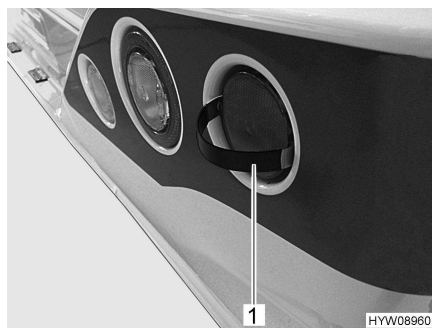

Fig. 122 Retirar la cubierta
- Insertar las lengüetas de engatillado de la herramienta entregada (Fig. 122,1) en la cubierta del modo mostrado.